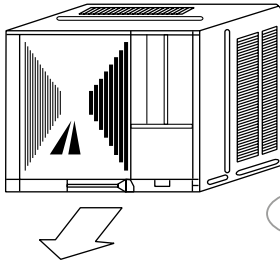

figura 26
- 2 - Tire del asa del chasis y cuidadosamente deslice el equipo fuera del gabinete (figura 26).